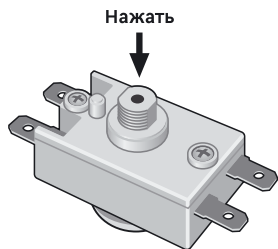

Рис. 3
Регулировка температуры воды во внутреннем баке осуществляется с помощью Кнопок на пульте управления терморегулятора (10), расположенном на защитной крышке водонагревателя. Термостат также содержит термовыключатель – устройство защиты ЭВН от перегрева, которое отключает ТЭН от сети при превышении температуры воды свыше +95°C (±5°C). В процессе эксплуатации корпус ЭВН может нагреваться. Срабатывание термозащиты водонагревателя не является его неисправностью. Возврат водонагревателя в рабочее состояние осуществляется нажатием на шток термовыключателя, расположенного под защитной крышкой ЭВН (Рис. 3.)
Сработал или не включен термовыключатель	Отключить ЭВН от сети, снять защитную крышку, нажать до щелчка кнопку термовыключателя (Рис. 3), установить крышку и включить питание